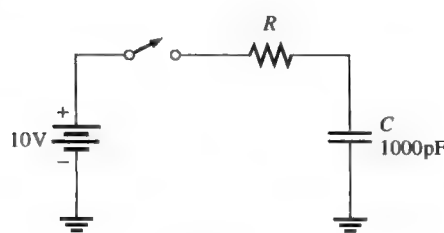

图 9-72
44. 在图 9-72 中, 电容初始未充电, 在开关闭合后 $t = 10\mu\text{s}$ 时的瞬时电容电压为 7.2V , 求 R 值。